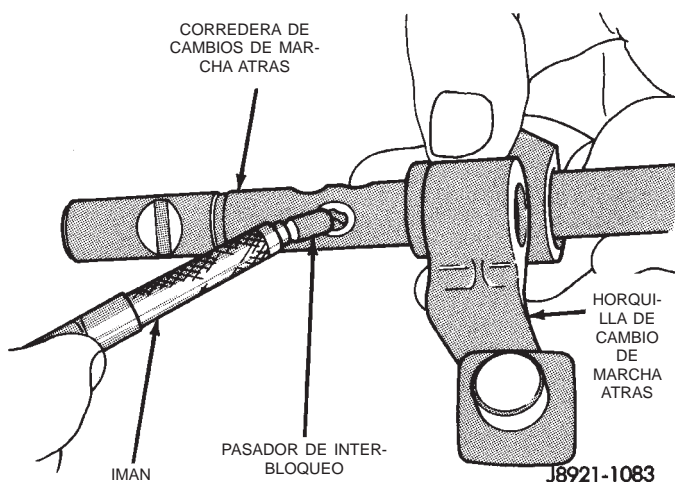

Fig. 82 Instalación de pasador de interbloqueo de corredera de cambios de marcha atrás
(10) Instale el pasador de interbloqueo en la corredera de cambios de marcha atrás (Fig. 82).